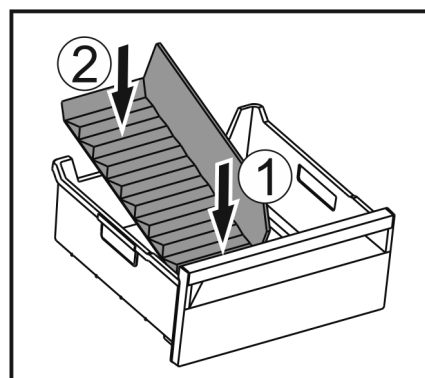

Fig. 148
- ▶ Sett inn den fremre delen av isrom-deleren. Fig. 148 (1)
- ▶ Senk den bakre delen av isrom-deleren til bunnen av skuffen. Fig. 148 (2)